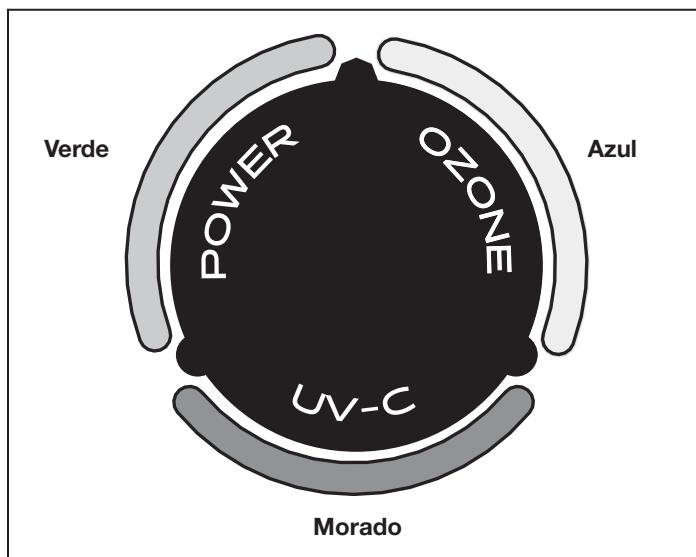
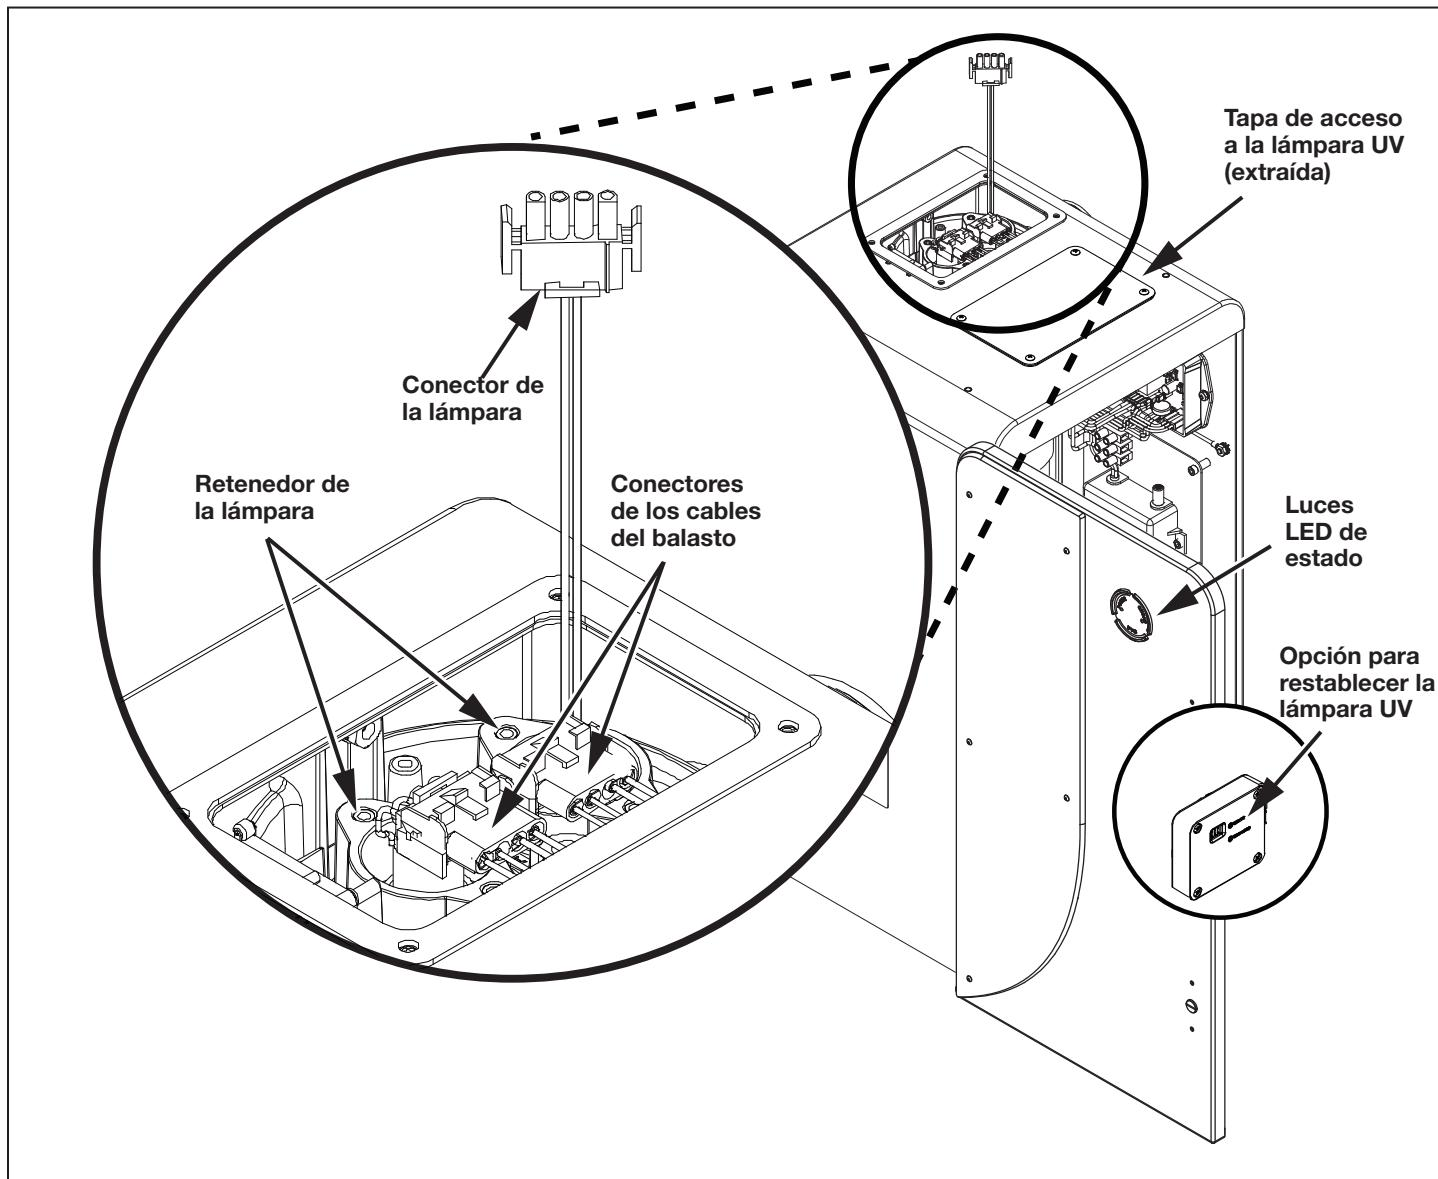

Figura 8. Luces LED de estado durante el funcionamiento normal
Figura 14. Reemplazo de las lámparas UV
El sistema AOP Jandy tiene luces de estado (Figura 8) para indicar el funcionamiento. Las luces deben mostrar los colores correctos después de que la bomba alcance un caudal constante (consulte la sección 2.2.4 *Caudales recomendados*). Durante el funcionamiento normal, consulte la Tabla 1 debajo para obtener información sobre los estados.
Hay dos lámparas en cada unidad del sistema AOP Jandy. La luz UV-C morada en los LED de estado del sistema indica que las lámparas UV funcionan correctamente (consulte la Figura 8). Si se retira el panel de acceso a la lámpara UV mientras la unidad está funcionando, la unidad se apagará automáticamente (consulte la Figura 14). Cada una de las lámparas está alojada en un tubo de cuarzo que la protege.
2. Use un destornillador Phillips para quitar los cuatro (4) tornillos que sujetan la tapa de acceso. Consulte la Figura 14.
4. Desenchufe los conectores de la lámpara de los conectores de los cables del balasto. Luego, sujeté los cables de la lámpara UV y tire suavemente hasta que la parte superior de la lámpara UV pase las pestanas del retenedor de la lámpara. Consulte la Figura 14.
- Presione el botón para restablecer la lámpara UV que se encuentra en la puerta interna, detrás de las luces de estado. Consulte la Figura 14.
- Sujete el panel de acceso a la lámpara UV con los cuatro (4) tornillos una vez que el sistema esté en condiciones de funcionar.
- Ubique el panel de acceso a la lámpara UV en la parte superior del sistema AOP Jandy. Retire los cuatro (4) tornillos con un destornillador Phillips y quite el panel. Consulte la Figura 14.